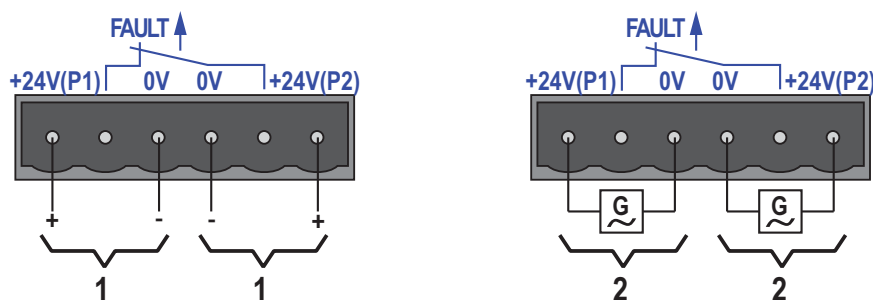

Figura 9: Collegamento della tensione di alimentazione sulla morsettiera a 6 poli
Possono essere collegate, a scelta, come tensione di alimentazione, sia la tensione continua che quella alternata. Per il collegamento della tensione alternata ricorrere ai pin +24V e 0V (vedi figura 9).
- ▶ Il contatto di segnalazione ("FAULT", per l'assegnazione dei pin della morsettiera vedi figura 9) serve al monitoraggio delle funzioni dell'apparecchio e consente pertanto una diagnosi a distanza. Nella gestione è possibile definire la modalità del monitoraggio delle funzioni.